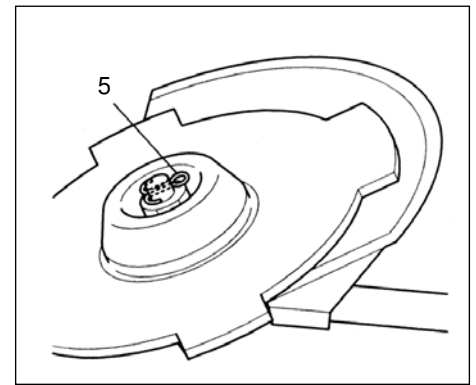

Fig. 1-10C
Hvis enheden er forsynet med en sikringsmøtrik og er udstyret med en split, skal klingens fastgørelse med en ny split (5), hver gang den monteres (fig. 1-10C).